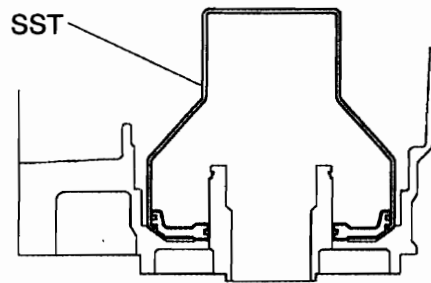

图 12-1-68
(71) 拆下 4 号制动活塞。如图 12-1-68 所示, 用 SST 拆下 2 号制动活塞。并从 2 号活塞上拆下两个 O 形圈。